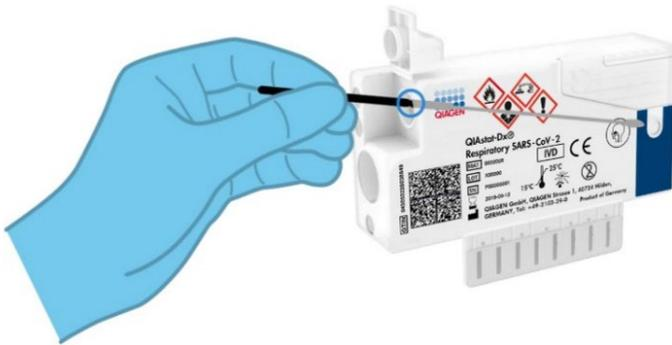

Abbildung 8. Einbringen des Tupfers in die QIAstat-Dx Respiratory SARS-CoV-2 Panel Cartridge
5. Führen Sie den Tupfer in die QIAstat-Dx Respiratory SARS-CoV-2 Panel Cartridge ein, bis die Bruchkerbe mit der Kante der Zugangsöffnung abschließt (d. h. der Tupfer lässt sich nicht weiter einführen) (Abbildung 8).